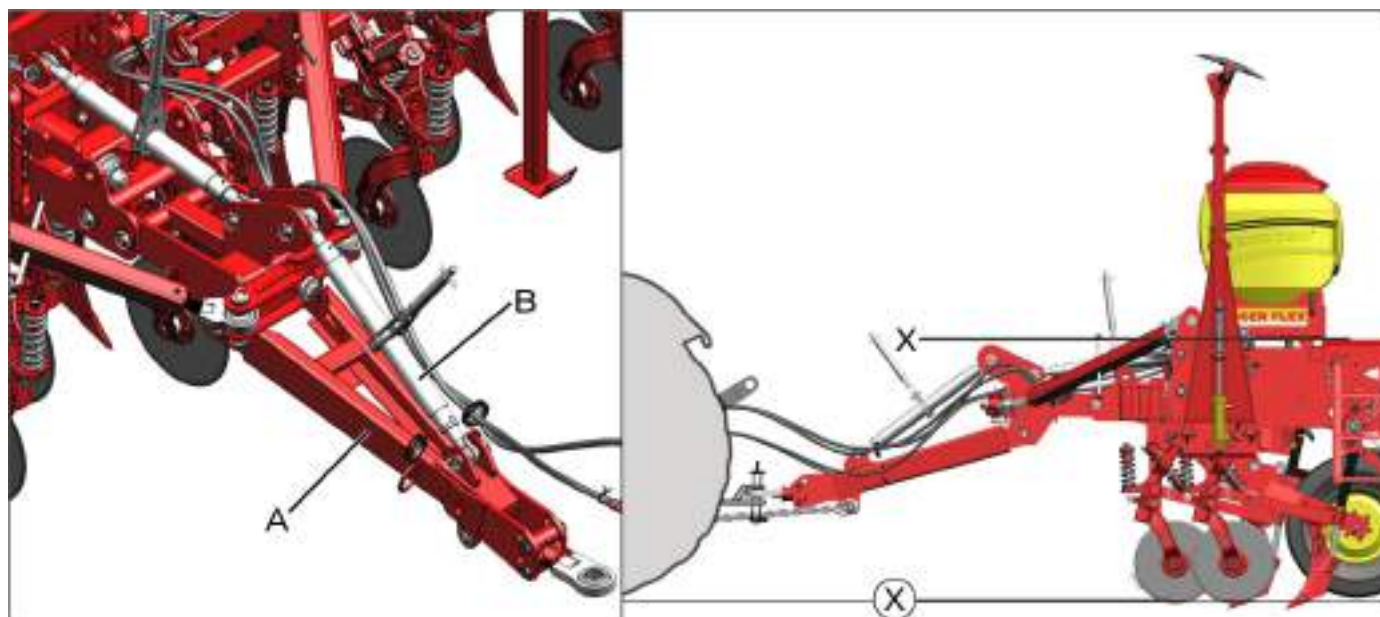

fig. 26
Para nivelar a semeadora com o solo, gire o braço (B) montado no cabeçalho (A) até que a semeadora fique paralela (medida "X") com o solo (*fig. 26*).